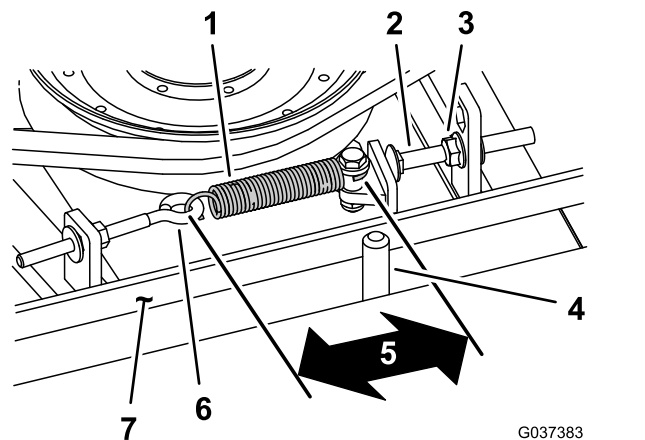

Рисунок 115
При правильном натяжении внутренняя длина пружины растяжения (между зацепами) должна быть приблизительно 8,3–9,5 см. После того, как будет достигнуто правильное натяжение пружины растяжения, отрегулируйте упорный болт (кадетский болт) так, чтобы между головкой болта и рычагом натяжного ролика оставался зазор 2–5 мм. (Рисунок 115).
**Примечание:** Убедитесь, что ремень расположен на направляющей ремня со стороны пружины (Рисунок 115).
2. Ослабьте рым-болт (Рисунок 115).
3. Ослабьте фланцевую гайку, которая крепит упорный болт к монтажному выступу, и отодвиньте натяжной ролик от ремня (Рисунок 115).
9. Подсоедините пружину растяжения (Рисунок 115) к рым-болту и натяните ремень следующим образом: